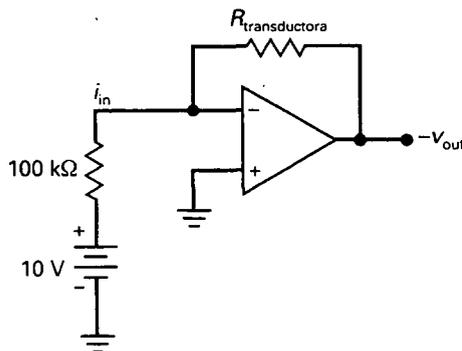

Figura 19-24
- 19-32. La resistencia de realimentación de la Figura 19-24 tiene un valor que se controla mediante ondas de sonido. Si la resistencia de realimentación varía de forma sinusoidal entre 9 y $11 \text{ k}\Omega$, ¿cuál es la tensión de salida?
- 19-33. La temperatura controla la resistencia de realimentación de la Figura 19-24. Si ésta varía de 1 a $10 \text{ k}\Omega$, ¿cuál es el rango de la tensión de salida?